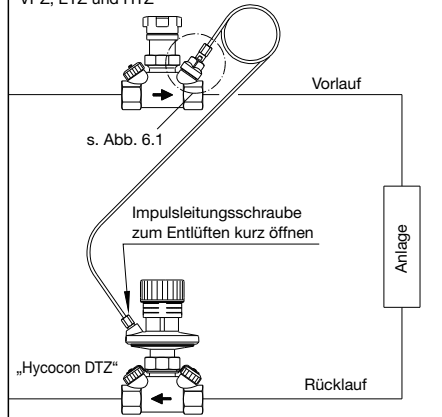

Abb. 6.2: „Hycococon DTZ“, Einbau im Rücklauf
4. Anschluss der Impulsleitung an das Ventil im Vorlauf. (Dies kann von der Baureihe „Hycocn ATZ, APZ, VTZ, VPZ, ETZ oder HTZ“ sein. (vgl. Abb. 6.2) Alternativ kann auch ein „Hydrocontrol VTR, VPR, ATR oder APR“ mit den Adaptern 1062090 und 1060191 eingesetzt werden.)
6. Entlüften der Impulsleitungen. Die Entlüftung der Impulsleitungen erfolgt durch leichtes Öffnen der Impulsleitungsschrauben (Abb. 6.2). Nach Wasseraustritt sind die Schrauben wieder dicht zu schließen.
(vgl. Abb. 6.2)